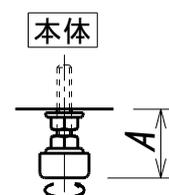

図.1 高さ調整ゴム脚
- ① 下図.1のように、ゴム脚、高さ調整ねじ、固定用ナットを組み合わせる。